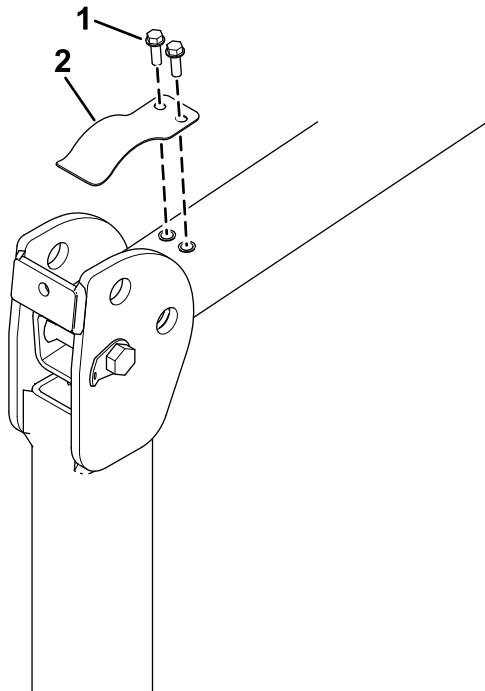

Рисунок 7
- Передвинув защитную дугу в нижнее положение, снимите пластинчатую пружину фиксации (Рисунок 7) с каждой стороны защитной дуги.